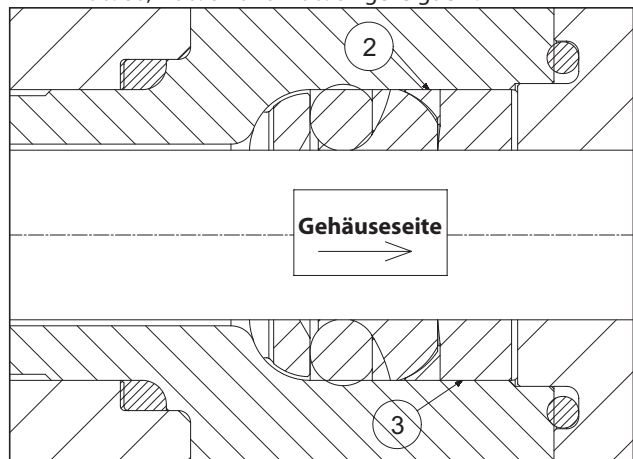

Abb. 62
- Setzen Sie den Stützring ② und die Dichtungshülse ③ wie in Abb. 60, Abb. 61 und Abb. 62 gezeigt ein.
Führen Sie die Dichtungshülse ③ mit nach außen gerichteten Aussparungen (zur Gehäuseseite) gemäß Abb. 61 und Abb. 62 ein.